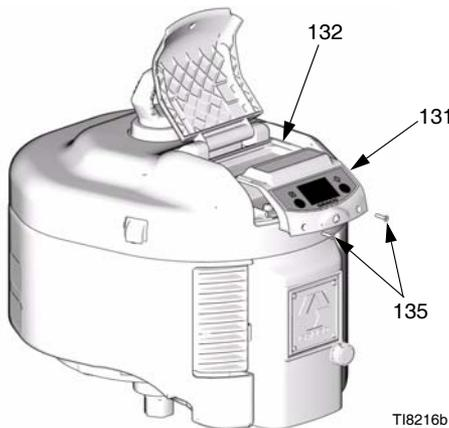

FIG. 4. Retire el módulo DataTrak
1. Retire dos tornillos (135). Deslice cuidadosamente el módulo DataTrak (131) para sacarlo del alojamiento (132). Vea la FIG. 4.